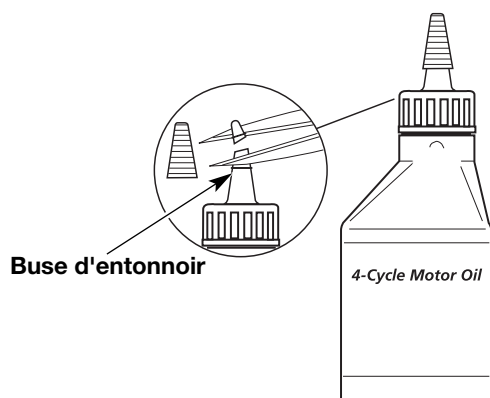

Fig. 16
Votre appareil est livré avec une bouteille d'huile SAE 30 SF, SG, SH de 90 ml (3,0 fl oz) (Fig. 16).
1. Dévisser le bouchon de la bouteille d'huile et retirez le papier couvrant l'ouverture. Remplacez le bouchon. Coupez la pointe de la buse de l'entonnoir (Fig. 16).